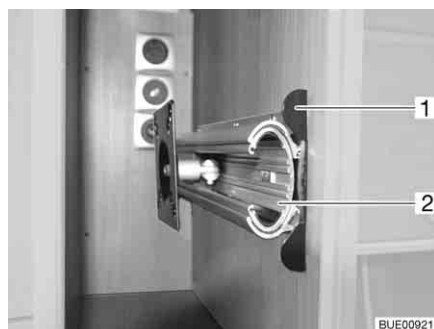

Bild 54 Fäste i TV-skåp
- Tryck in låslisten (Bild 54,1).
- Drag ut utdragsanordningen (Bild 54,2) till stoppläget.
- Skjut in utdragsanordningen (Bild 54,2), tills låslisten (Bild 54,1) hakar i.